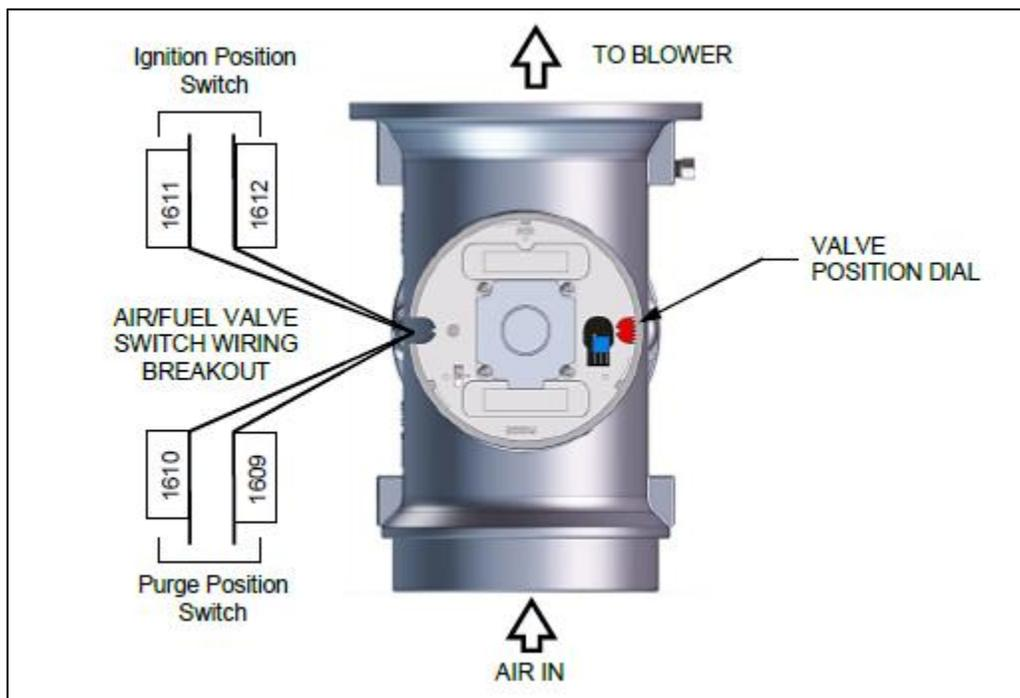

Figure 6-11: Emplacements de purge et d'allumage de l'air/carburant
5. Retirez l'un des deux fils (#1609 ou #1610) de l'interrupteur de purge (Figure 6-11).
5. Retirer le fil #1611 ou #1612 du commutateur d'allumage (Figure 6-11).